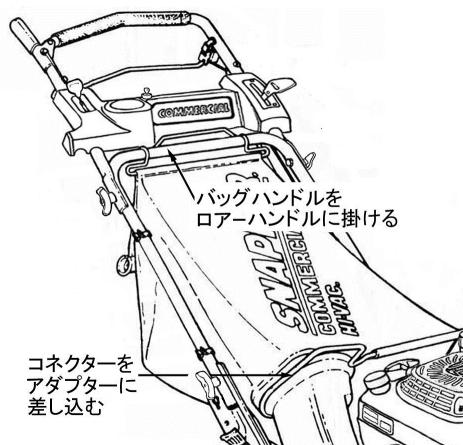

図3-13
- コネクタをアダプタのフランジに差し込んでから、バッグの後部フックをロアーハンドルに掛けます。(図3-13)